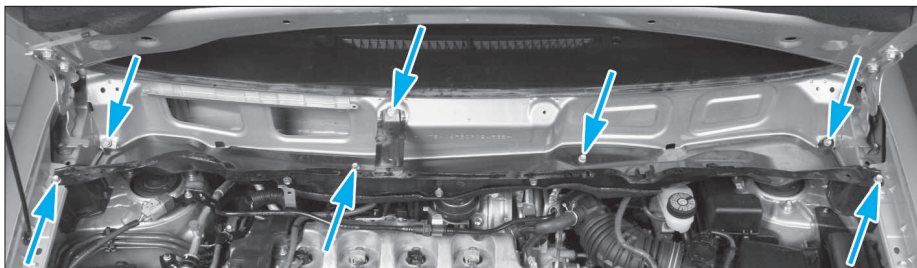

FIG.61
- la tôle d'auvent (7 vis) (fig. 61).